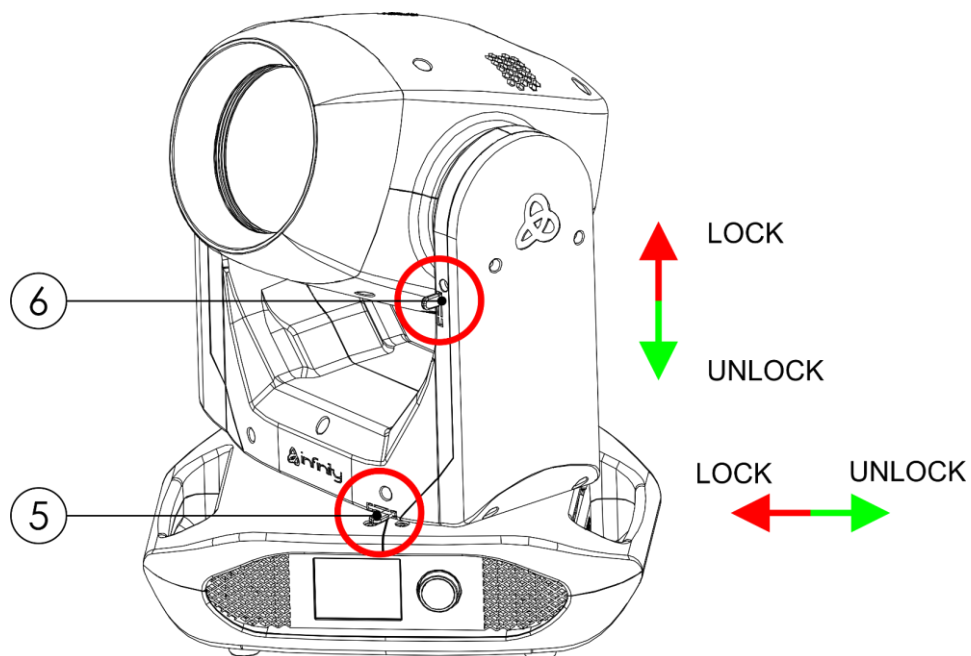

Fig. 09
- Far scorrere il **perno di blocco pan (05)** verso sinistra per disattivare e verso destra per attivare il movimento orizzontale (**Pan**) del dispositivo (cfr. Fig. 09).
- Far scorrere il **perno di blocco tilt (06)** verso l'alto per disattivare e verso il basso per attivare il movimento verticale (**Tilt**) del dispositivo (cfr. Fig. 09).